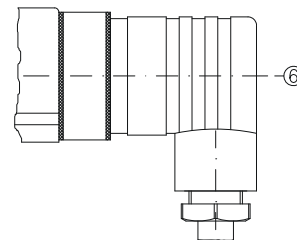

Abb. 12
- ↪ Stecken Sie die Leitungsdose ② auf den Gerätestecker ③ und ziehen Sie die Zentralschraube ⑥ an (⇒ Abb. 12).